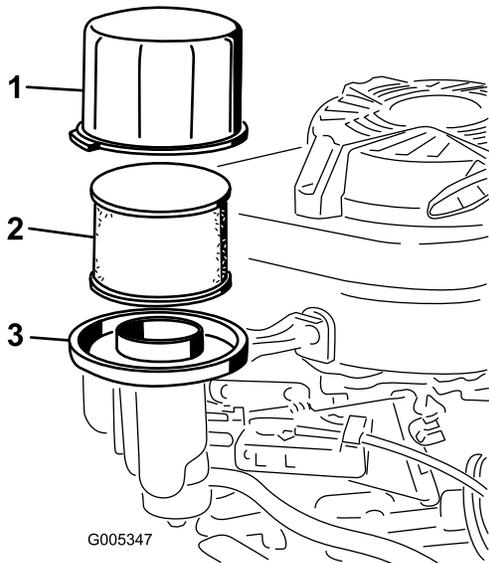

Figure 18
3. Déposez le couvercle et nettoyez-le soigneusement (Figure 18).
4. Retirez le préfiltre en mousse et l'élément filtrant en papier de la base du filtre à air (Figure 18)